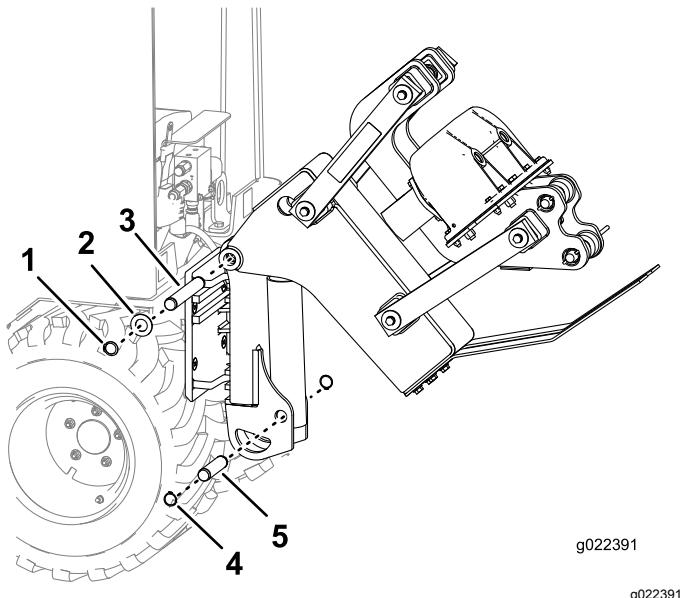

Figura 5
- Sujete el conjunto del arado a la parte superior del conjunto de giro, y sujetelos todo con el pasador de elevación, 2 arandelas, y 2 anillos de retención (Figura 5).
- Sujete la parte inferior del conjunto del arado al conjunto de giro con el pasador y 2 anillos de retención (Figura 5).